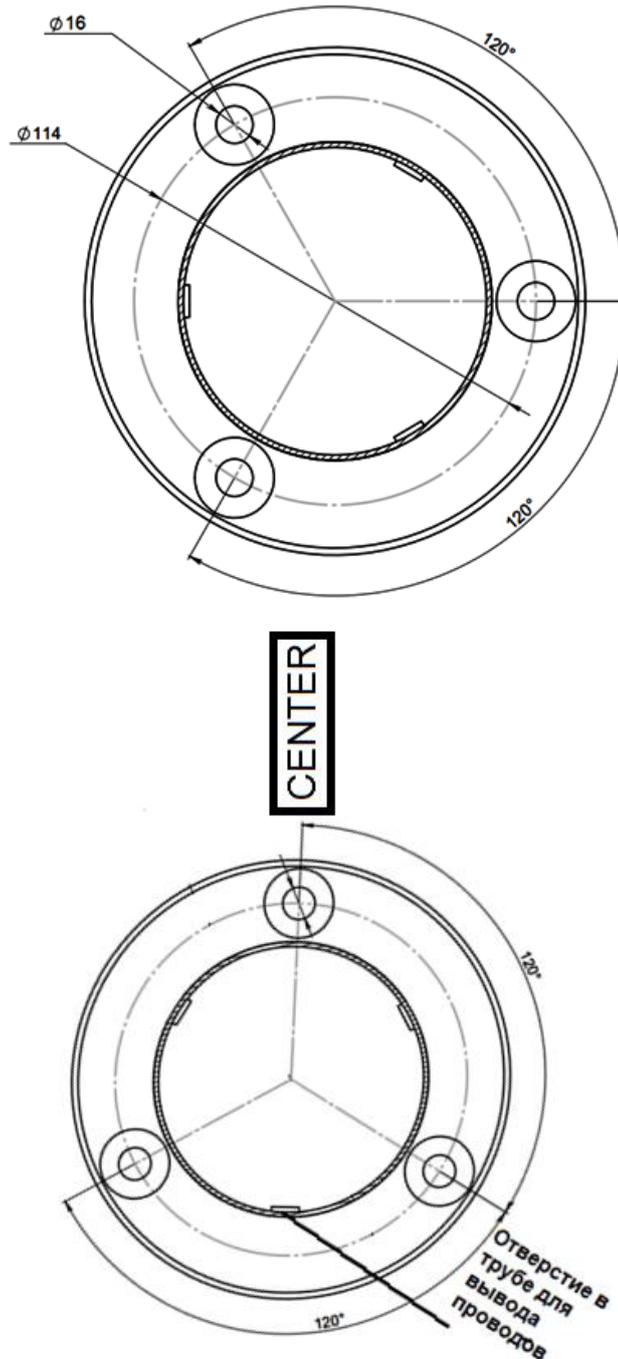

Рисунок 3 – Установочные размеры площадки
4.2.4 Рисунок 3 – выполнить разметку и просверлить 3 отверстия диаметром 16 мм в полу под анкеры крепления стойки калитки.